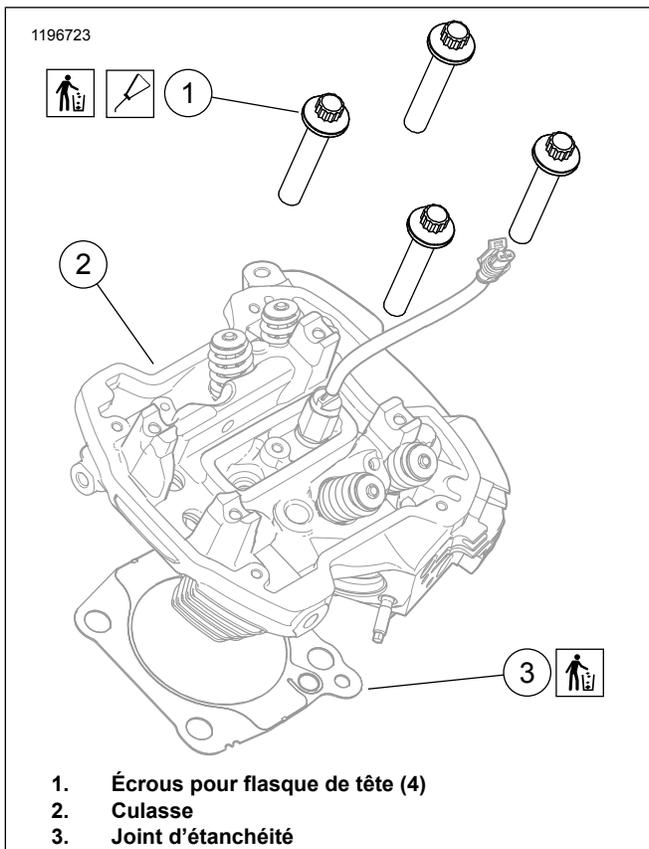

Figure 3.
3. Voir la Figure 3. Installez la culasse. Consultez le manuel d'entretien.